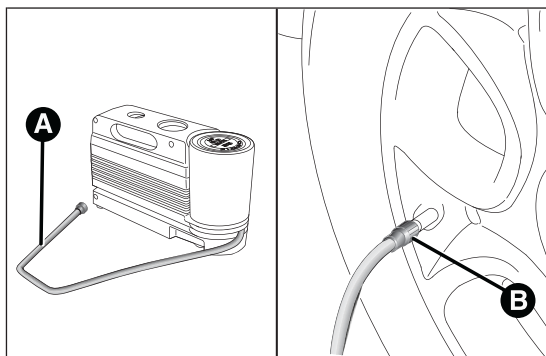

fig. 153
- Serrer le frein à main.** Dévisser le capuchon de la valve du pneu, enlever le tuyau flexible de remplissage A fig. 153 et visser la bague B sur la valve du pneu ;